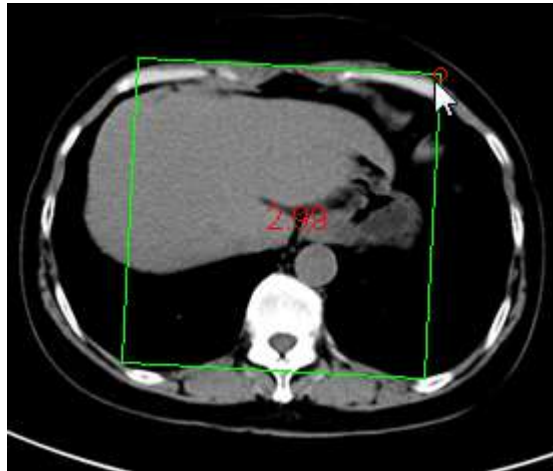

Рисунок8-12 Индивидуальное вращение (2)
2. Переместить маленький красный кружок в верхний правый угол рамки вращения, и значение угла будет синхронно отображено на изображении, как это показано на Рисунок8-12.